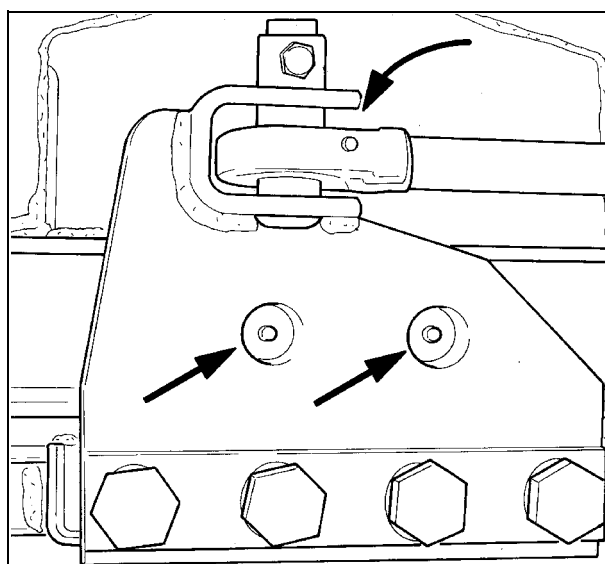

Рис. 81
**75. Направляющие ролики жатки - Рис. 81**